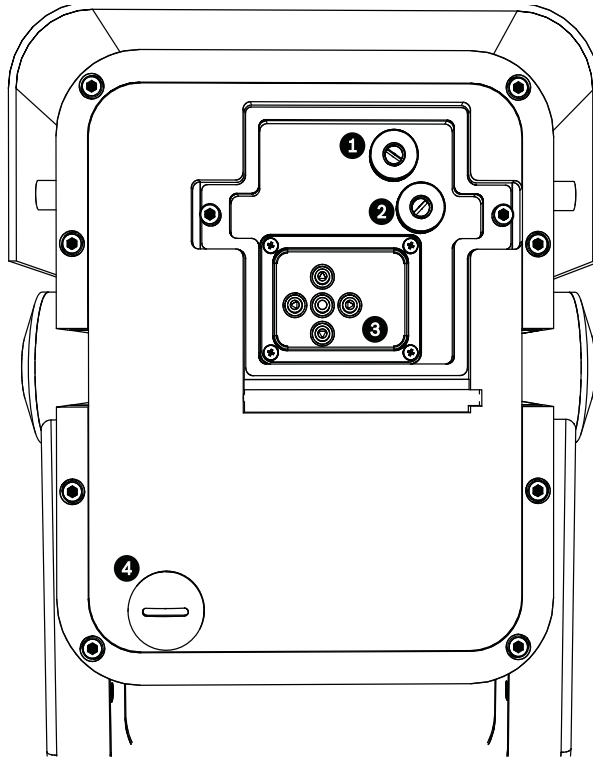

Figura 4.2 Câmara e LED
3. Abra o painel de acesso. Agora pode ajustar a focagem, a distância focal e os controlos de inclinação do LED (veja *Figura 4.2* em baixo).
- Utilize o parafuso de fixação na parte superior (item 1, *Figura 4.2*) para ajustar a focagem da imagem:
- Utilize o parafuso de fixação inferior (item 2, *Figura 4.2*) para ajustar a distância focal (estreita ou larga):